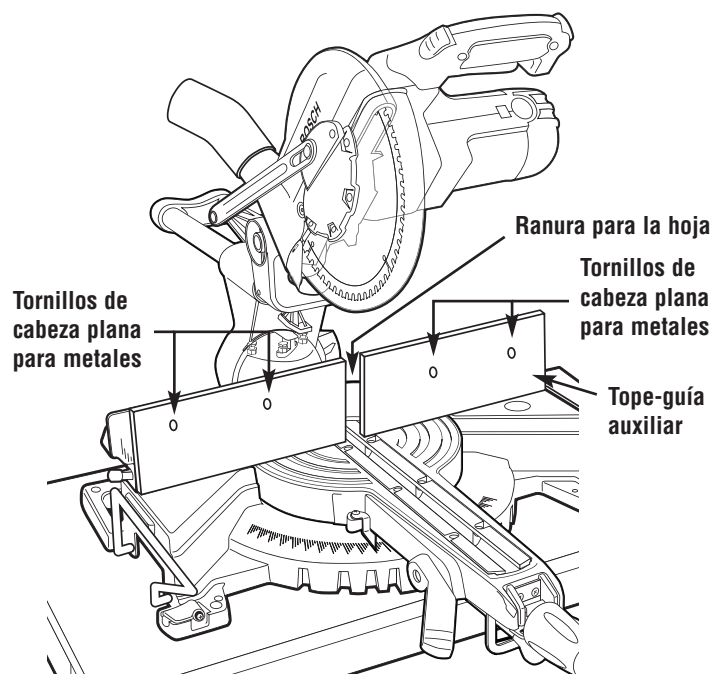

Figura 21. Tope-guía auxiliar
1. Coloque un pedazo de madera contra el tope-guía de la sierra para cortar ingletes (Figura 21). (La madera puede tener una altura máxima de 3-1/2". Compruebe que el ensamblaje del cabezal no interfiera con el tope-guía auxiliar.)
4. Instale el tope-guía auxiliar utilizando al menos (2) tornillos para metales de cabeza plana de 1/4" por lado. Haga un corte de profundidad completa para crear la ranura para la hoja. Compruebe si hay interferencia entre el tope-guía auxiliar y el protector inferior de la hoja. Haga ajustes según sea necesario.